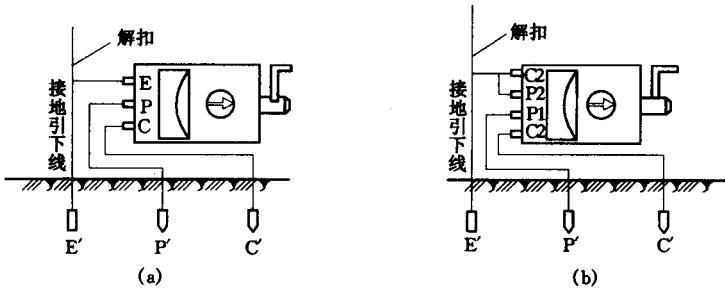

图 1-5 接地电阻测量仪测量接线
(1) 将仪器平放在适当位置，把被测接地装置的接地引下线解扣并与仪表的“E”接线柱相连；在距接地极 E' 为 20m 处插入电位探针 P'，在距 P' 为 20m 处插入电流探针 C'，并使 E'、P'、C' 在一条直线上，如图 1-5 所示。并用绝缘导线将电位探针 P' 与 P 接线柱相连，电流探针 C' 与 C 接线柱相连。